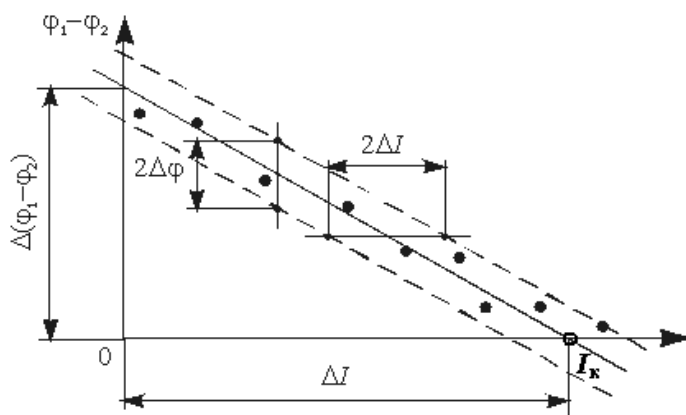

Рис. 7
4. Нанесите точки, соответствующие данным таблицы 1, на координатную плоскость, как показано на рис. 7.
5. Проведите прямую линию с учетом разброса экспериментальных значений до ее пересечения с осями абсцисс и ординат. Примерный вид прямой показан на рис. 7.
6. Выше и ниже полученной зависимости выделите пунктирными линиями полосу разброса экспериментальных данных, как показано на рис. 7.
Для определения погрешности измерения тока проведите прямую параллельную оси абсцисс (см. рис.7). Погрешность определения тока  $\Delta I$  равна половине разности токов  $2\Delta I$ , соответствующих точкам пересечения проведенной прямой с полосой разброса экспериментальных данных.